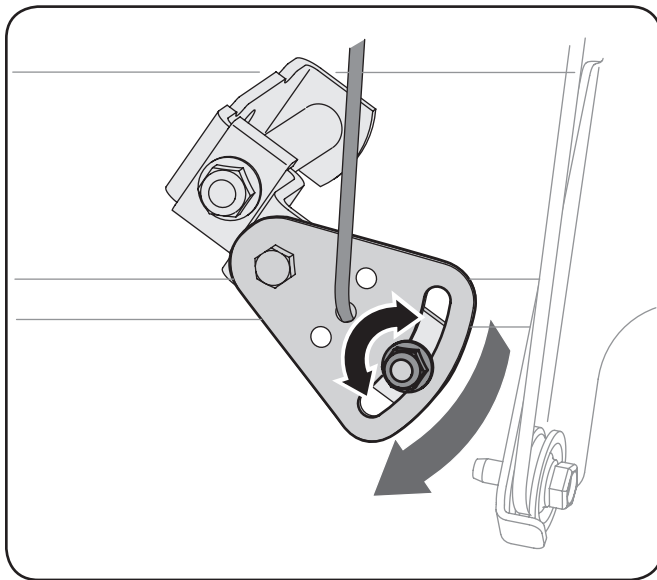

Figura 6-4
2. Afloje la tuerca hexagonal del soporte de posicionamiento del cable de cambios. Consulte la Figura 6-4.